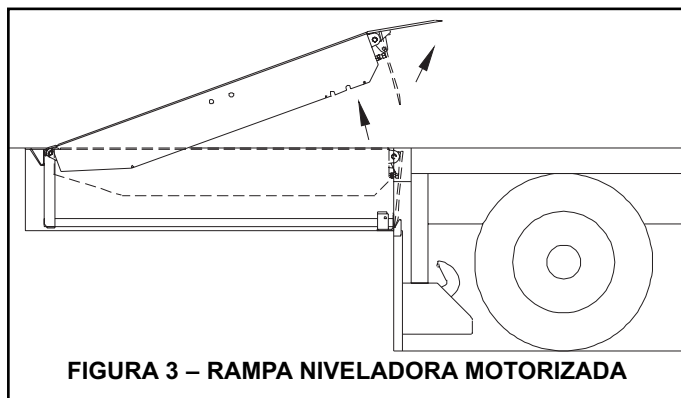

FIGURA 3 – RAMPA NIVELADORA MOTORIZADA
1. Para activar el nivelador presione y detenga el botón LEVANTAR (RAISE) hasta que la niveladora este totalmente elevada y el labio se extendiendo por completo. Vea la figura 3.
1. Para activar el nivelador presione y detenga el botón LEVANTAR (RAISE) hasta que el nivelador este completamente levantado y el labio se extienda. Vea la figura 3.